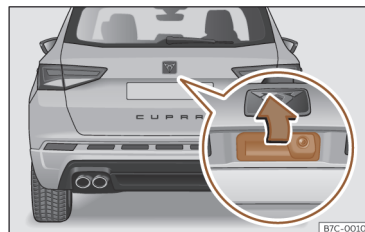

Fig. 54 Porta da bagageira: abertura a partir do exterior.
- **Abzir:** faça uma ligeira pressão na pega. Abre-se automaticamente >>> **Fig. 54.**